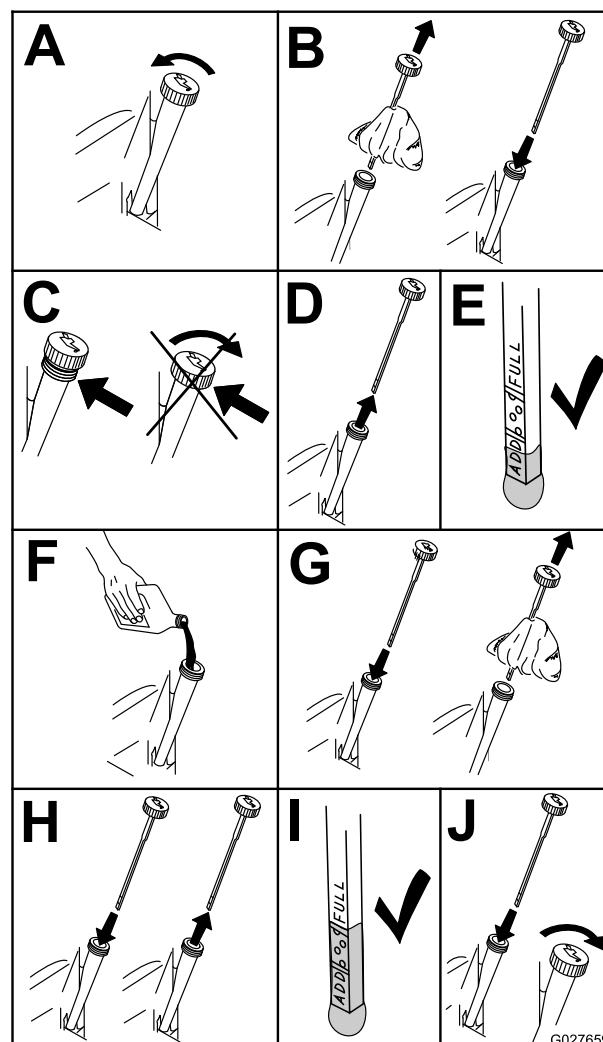

Figure 48
2. Avant de quitter la position d'utilisation, coupez le moteur, enlevez la clé de contact et attendez l'arrêt complet de toutes les pièces mobiles (Figure 48).